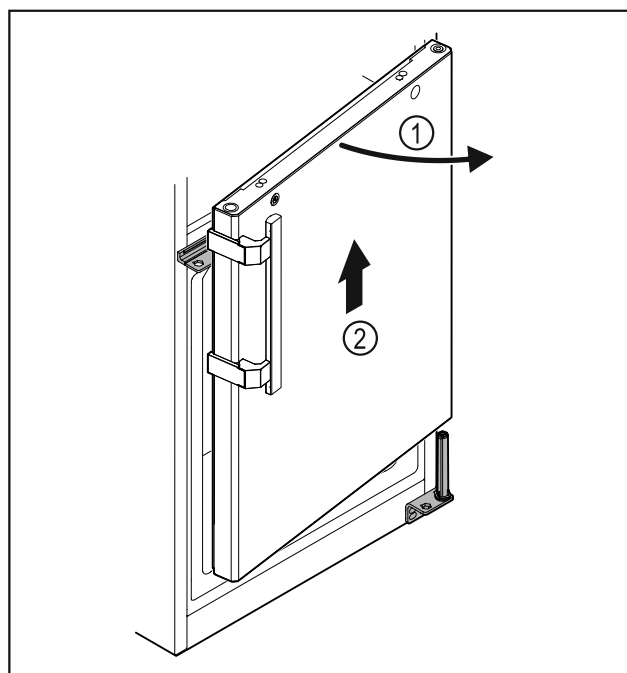

Fig. 32
- Deur Fig. 32 (1) iets openen, circa 200 mm recht omhoog tillen en verwijderen Fig. 32 (2).